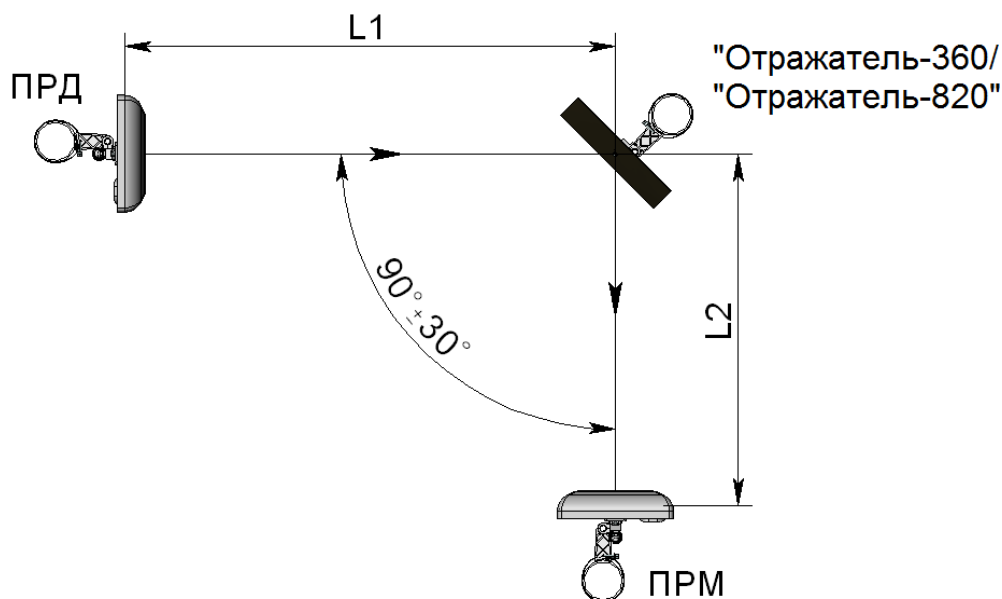

Рисунок 2.12 – Установка извещателей с применением отражателя «Отражатель-360» («Отражатель-820»)
2.3.10.2 При работе извещателей «БАРЬЕР-50», «БАРЬЕР-100», «БАРЬЕР-200» с «Отражателем-360» (см. рисунок 2.12) суммарная длина зоны обнаружения $L1+L2$ (где $L1$ – расстояние между блоком ПРД и отражателем, $L2$ – расстояние между отражателем и блоком ПРМ) не должна превышать: